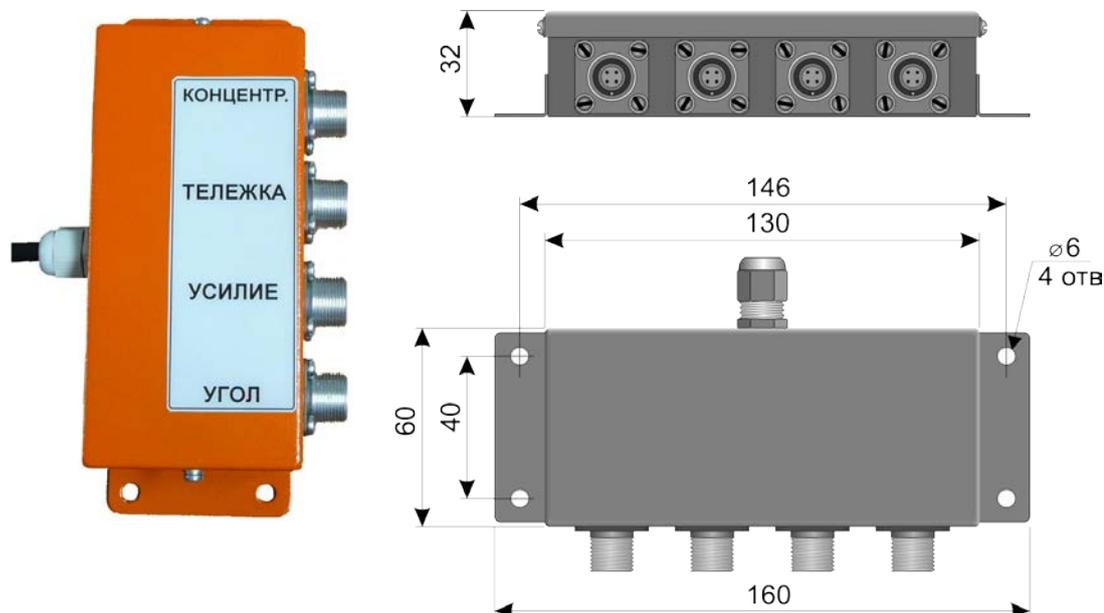

Рис. 9
6.9. Концентратор верхний, рис.9, обеспечивает коммутацию группы кабелей, идущих от датчиков верхней платформы крана, и кабеля, идущего от концентратора нижней платформы - на группу из 3 кабелей, идущих к микроконтроллеру.